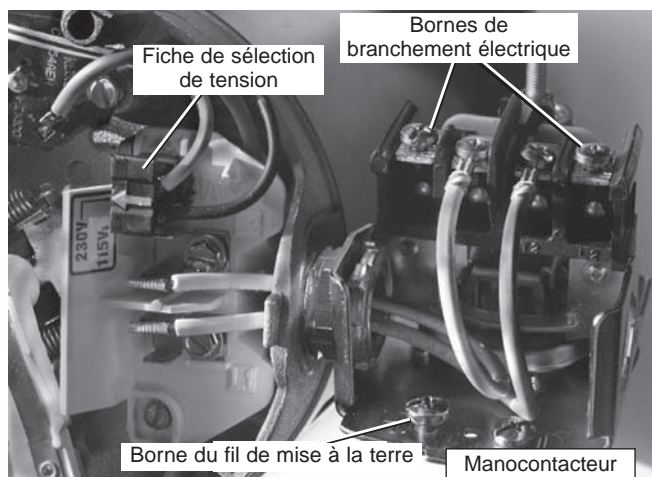

Figure 6 : Tension réglée à 230 volts sur sélecteur à fiche
4. Fixer les fils d'arrivée de courant aux deux vis extérieures du manostat (figure 6).
5. Relier le fil de terre à l'une des bornes de mise à la terre (figure 6).
- 1 ° Brancher tout d'abord le fil de mise à la terre, comme il est illustré à la Figure 6. Le fil de mise à la terre doit être un fil de cuivre massif d'un diamètre au moins aussi gros que le diamètre des fils de tension.
- 4 ° Brancher les fils de tension sur le manostat, comme il est illustré à la Figure 6.